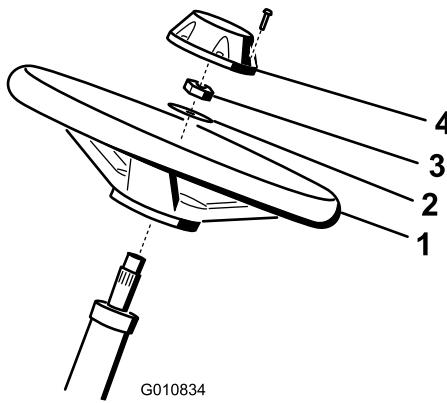

Figura 4
1. Deslice el volante sobre la columna de dirección (Figura 4).
2. Deslice la arandela sobre la columna de dirección (Figura 4).
- Sujete el volante a la columna con una contratuerca y apriétela a entre 27 y 35 N·m (Figura 4).
- Sujete el embellecedor al volante con 6 pernos (Figura 4).